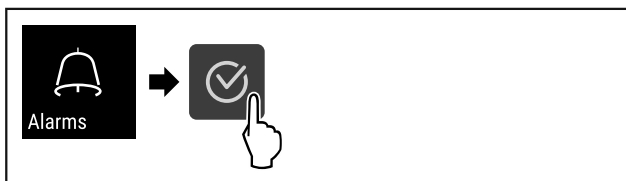

Fig. 139
- ▶ Følg anvisningene (se Fig. 139) .